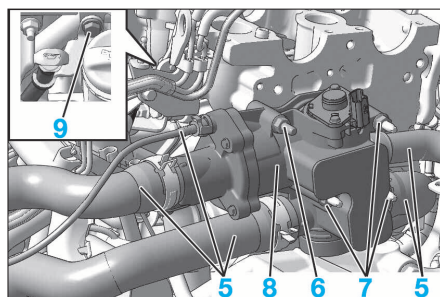

FIG. 61
- Déposer (Fig.61) :
- les tuyaux d'eau (5)
- la vis colonnette (6)
- les écrous (7)
- le boîtier sortie d'eau (8) et son joint
- la vis (9) du guide jauge supérieur.